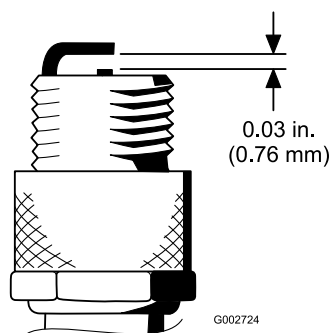

Figura 30
4. Ajuste a folga existente entre o elétrodo central e os elétrodos laterais para 0,76 mm; consulte Figura 30. Monte a vela com a folga correta com o vedante e aperte-a com uma força de